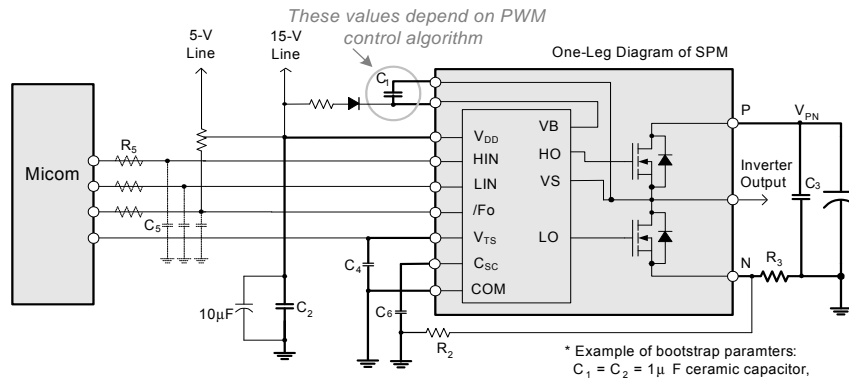

图 2. 推荐的 MCU 接口和自举电路及其参数
- 每个低端 MOSFET 的源极端子与 Motion SPM® 7 中的电源接地或偏压接地不连接。外部连接应当如图 2 所示。